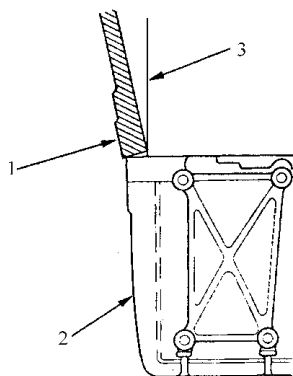

图 2-134 安装链条壳体
17) 如图 2-134 所示，将链条壳体的边与油底壳的边贴在一起，然后将链条壳体安装到缸体上。安装链条时，不要滑动油底壳装配面的底面。
33) 如图 2-134 所示，安装冷却液旁通软管。
37) 检查有无燃油泄漏。将点火开关置于 ON (II) 位置(不要运转起动机)，让燃油泵运转约 2s，并给燃油管加压。重复该操作 2~3 次，然后检查燃油管路上各点有无泄漏。